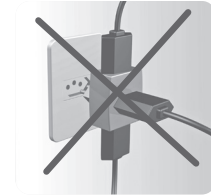

Fig. 12
- 2| Não utilize extensões ou adaptadores para instalação do seu fogão (Fig.12).